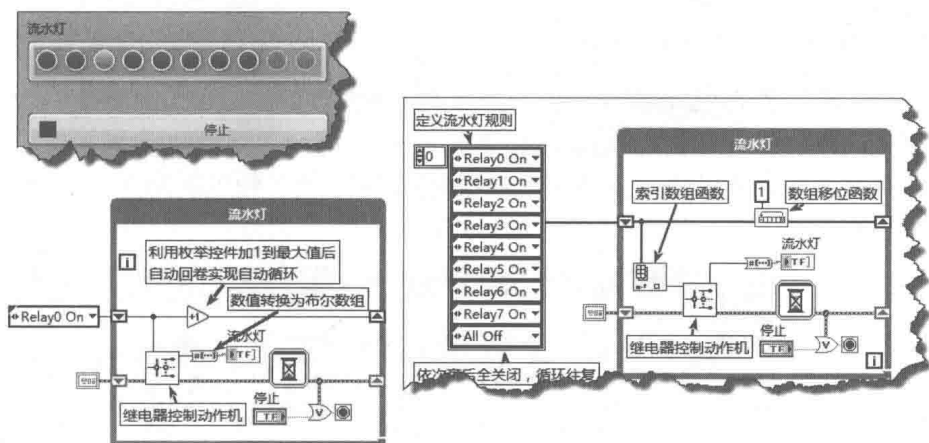

图 10-18 流水灯
step 5 编辑 VI 图标和连线板，就完成了简单动作机的创建。调用新创建的动作机，定时切换继电器状态，并通过动作机返回当前端口各个位的状态。图 10-18 所示的例子利用继电器控制动作机，实现了流水灯的效果。左边的程序框图依次点亮、关闭每一个流水灯，循环往复。右侧的程序框图，自定义流水灯运行规则，依此点亮，然后全部关闭，循环往复。